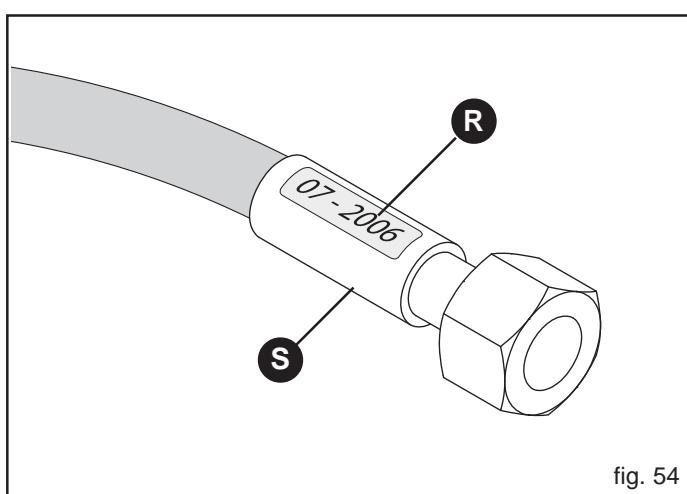

fig. 54
- Auf Abbildung 54 (R) ist ein Beispiel zum Produktionsjahr der ölhdraulischen Rohre angegeben.
- Lecks in der Nähe der Einlagen (S, Abb. 54);
- Korrosion der Einlagen (S, Abb. 54);
- mehr als 5 Jahre seit dem Produktionsdatum vergangen sind (R, Abb. 54).